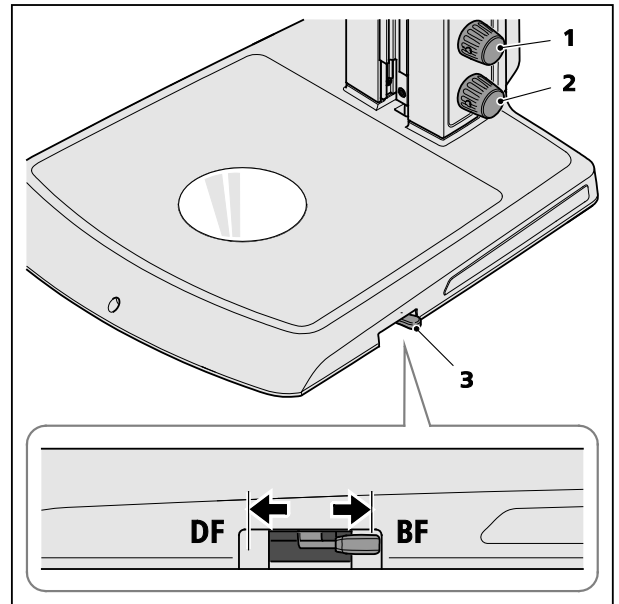

图 4 操作透射光模块
- 按下下方的旋钮 (图 4/2), 打开透射光照明器件; 转动该旋钮, 可调节照明强度。
- 拨动控制杆 (图 4/3), 在亮场 (BF) 和全方向暗场照明 (DF) 之间转换。
按下/转动上方的照明钮 (图 4/1), 可以在设定的透射光中混入入射光。